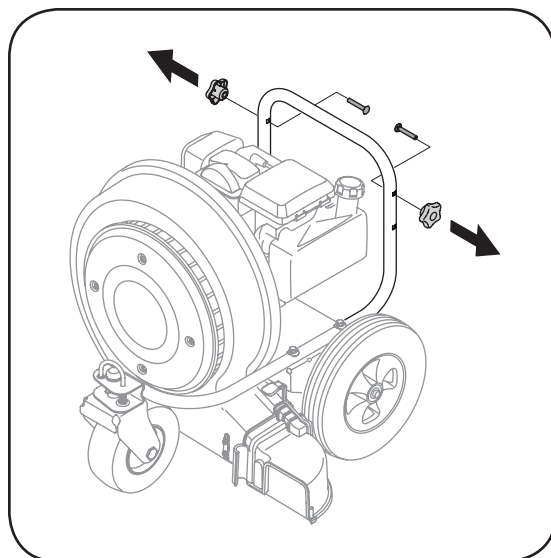

Figura 3-1
1. Extraiga los tornillos del carro y las perillas en estrella de los orificios superiores en la barra de control inferior. Vea la Figura 3-1.